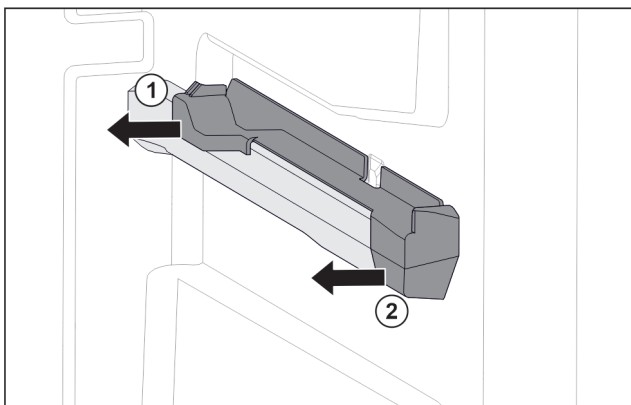

Fig. 146 Insteekelement op rechter containerrib
- Insteekelement onder achter grijpen. Fig. 146 (1)
- Insteekelement achter naar de zijkant toe eraf trekken. Fig. 146 (1)
- Insteekelement voor naar de zijkant toe eraf trekken. Fig. 146 (2)